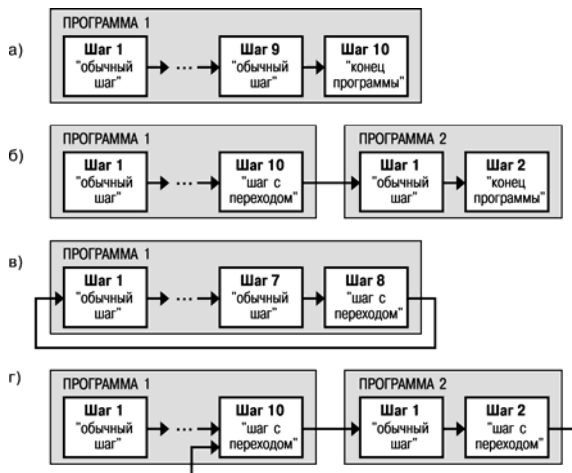

Рисунок 3.3 – Примеры Программ, которые можно реализовать с помощью различных типов Шагов:
- Программу, состоящую более чем из 10 Шагов (рисунок 3.3, б, г);
- Программу, работающую по бесконечному циклу (рисунок 3.3, в, г).
Нециклическая Программа в ТРМ151-10 (рисунок 3.3, а, б) состоит из последовательности «обычных шагов» и «шагов с переходом», которая заканчивается Шагом типа «конец программы».